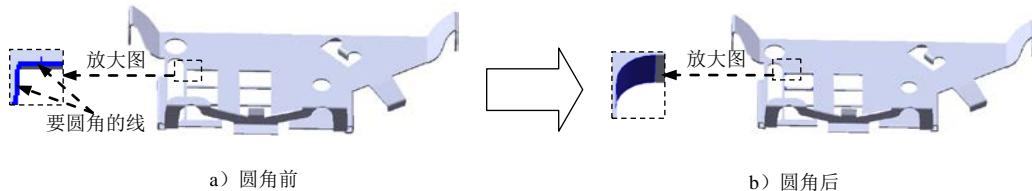

图 6.90 创建圆角 1
(4) 定义钣金参数属性。在 **折弯参数(P)** 区域的 **文本框** 中输入折弯角度 90.0，在 **折弯位置:** 区域中单击“折弯中心线”按钮。
(5) 单击 按钮，完成绘制的折弯 9 的创建。
Step32. 创建图 6.90 所示的圆角 1。选择下拉菜单 **插入(I)** → **特征(E)** → **圆角(U)...** 命令；选择图 6.90a 所示的面为要圆角的对象，在 **圆角项目(L)** 区域的 **文本框** 中输入圆角半径 0.2。单击 按钮，完成圆角 1 的创建。